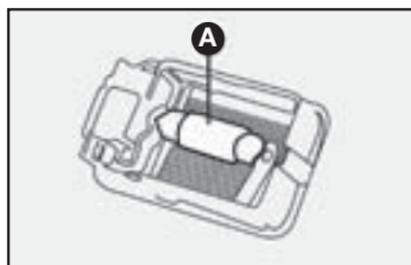

fig. 74
- quite la lámpara de sus contactos de retención y cámbiela por una lámpara nueva **fig. 74**.